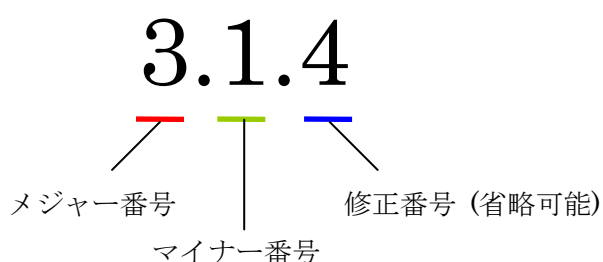

図 5-14 バージョン番号の構成要素
- SolverDefinition 要素の version 属性を、表 5-60 のポリシーに従って変更して下さい。なお、バージョン番号の構成要素については 図 5-14 に示します。